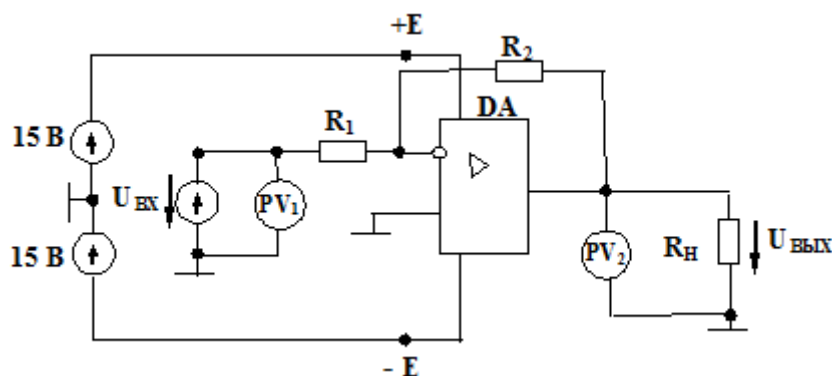

Рисунок 12.4 - Схема для экспериментального исследования, инвертирующего усилителя на ОУ
12.2.8 *Исследование инвертирующего усилителя.* Собрать схему инвертирующего усилителя (рисунок 12.4), подключив вход ее к выходу регулируемого генератора постоянных напряжений, блока генераторов напряжений.